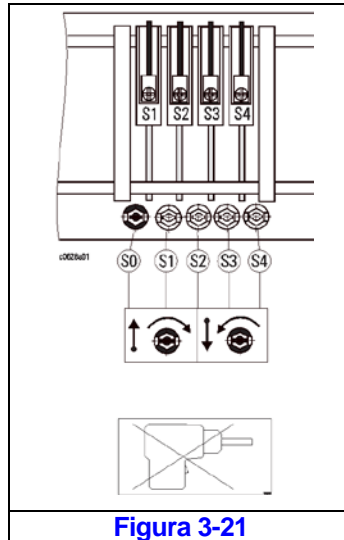

Figura 3-21
3.8.7 Ajuste del interruptor de límite del polipasto (Figura 3-17, Figura 3-18, Figura 3-19, Figura 3-20 y Figura 3-21).
- 3) El interruptor de límite puede ajustarse en los tornillos de ajuste (S1), (S2), (S3) y (S4). Consulte la Figura 3-21.
- Todas las levas pueden moverse juntas con la ayuda del tornillo de ajuste negro (SO); Figura 3-21. La configuración de interconexión de contactos permanece sin cambios. La relación de transmisión dentro del interruptor de límite es muy alta y, en algunos casos, puede que se requieran varias vueltas de los tornillos de ajuste para lograr la posición correcta.